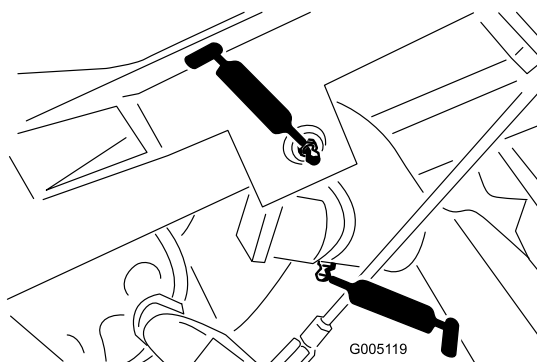

Figura 32
- Articulação do braço de elevação(3) e engate da articulação (3) (Figura 32)